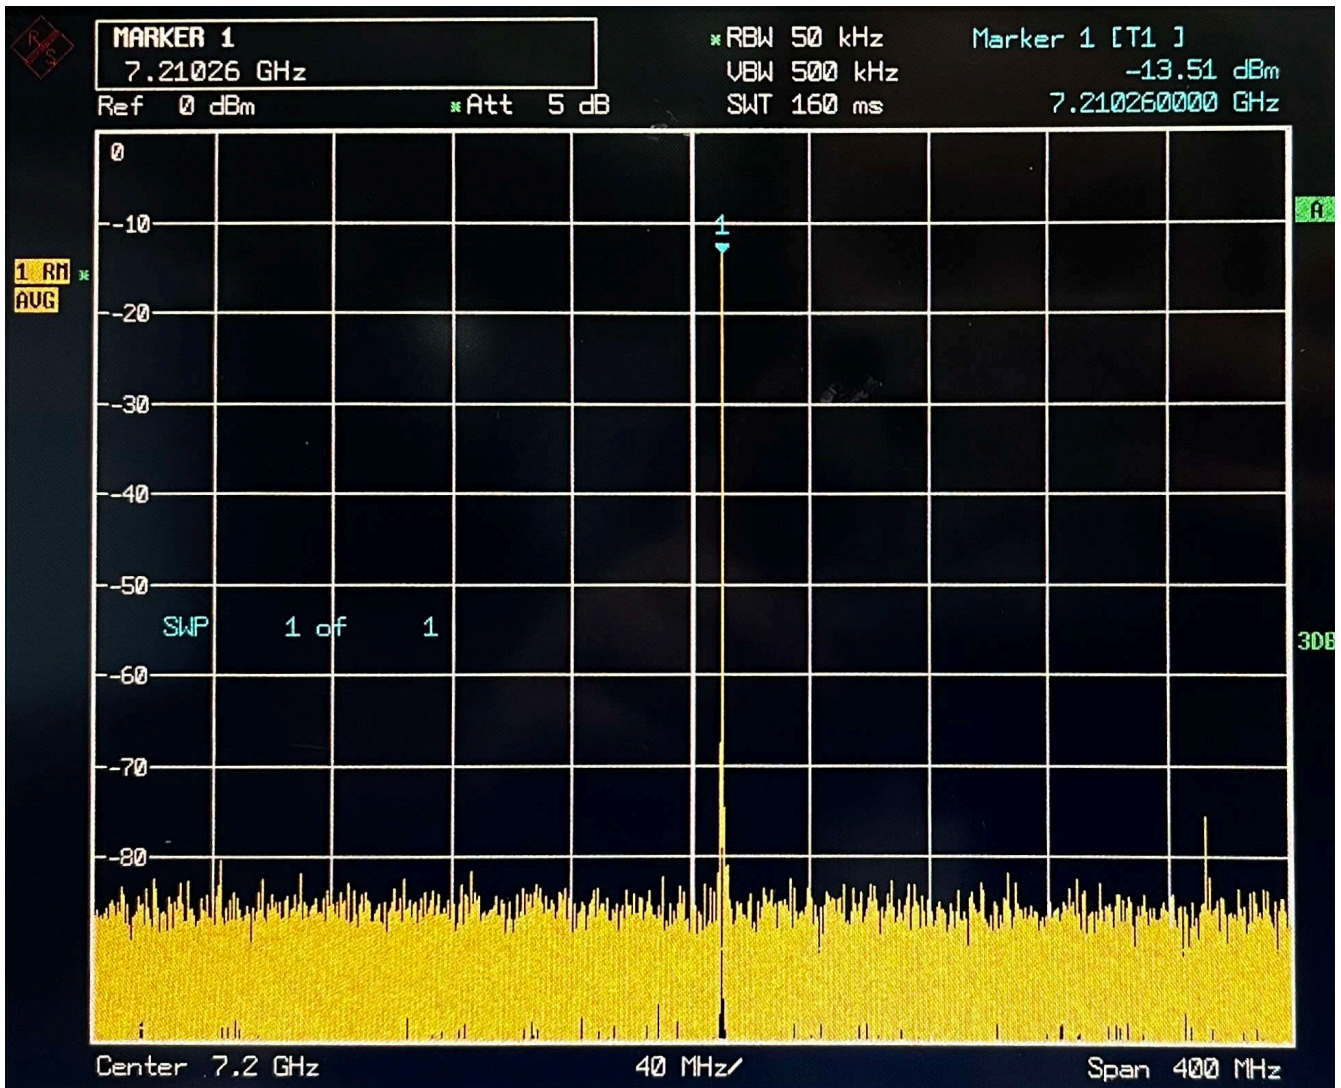

图 4-4. 在 7.2GHz NCO 且振幅为 -10dBFS 时的典型 TXDAC 10MHz 单频性能
2. 突出显示适用代码部分，然后选择 F7 运行。有关典型性能测量，请参阅图 4-4。